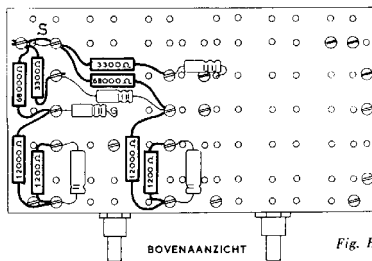

Fig. B7
15. En nu een werkje, waarbij je even goed op moet letten. Breng de acht weerstanden die in figuur B7 met dikke lijnen getekend zijn, op hun plaats. De kleurringen van deze weerstanden zijn weer afzonderlijk aangegeven. Zorg er voor, dat elke weerstand op de juiste plaats komt. Let daarbij vooral op de weerstanden van 1200 ohm en van 12000 ohm, die maar één kleurring verschillen. Verwissel ze niet. Als je alle weerstanden hebt vastgezet, controleer dan alles nog eens goed. Maak ook de doorverbinding S tussen de twee klemmen links boven in fig. B7.
2. Zit elke weerstand op de juiste plaats? (Zie ook de fig. B7 en B4.)